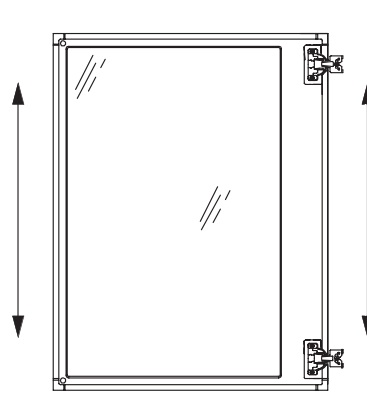

Fig. 12 图12
- A. This screw releases the door from the cabinet and allows up and down adjustment. Fig. 12.
- A. 此螺丝松开可将门卸下，并可作上下的位置调整，如图 12 所示。